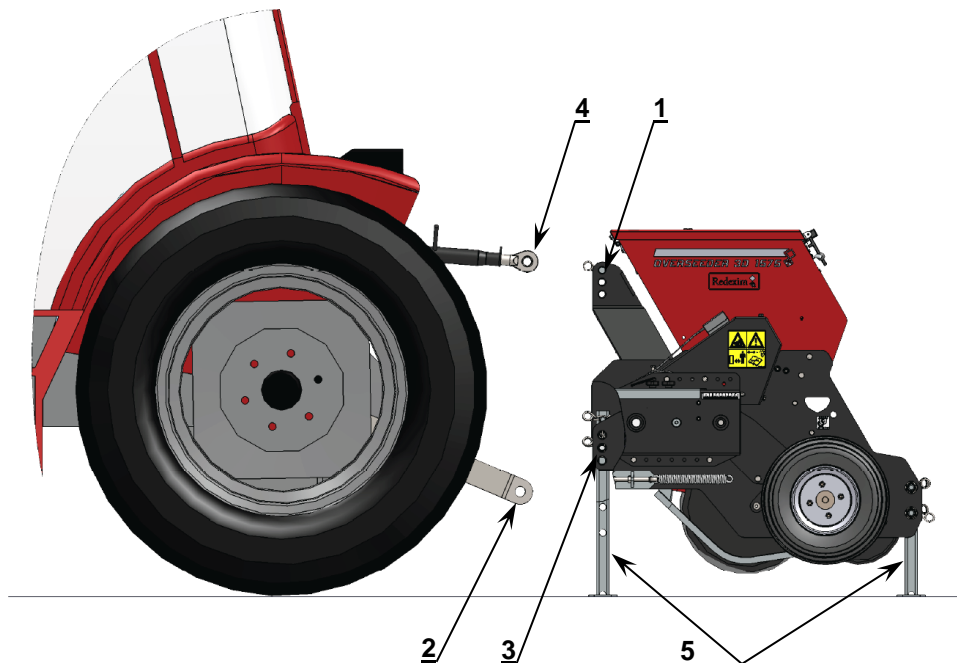

Figura 3
1. Quite los acoplamientos de tres puntos superiores (1) y (3) de la máquina (véase la **Figura 3**).
2. Marche el tractor hacia atrás cuidadosamente, hasta que las palancas de elevación (2) se puedan acoplar a la máquina.
3. Acople las palancas de elevación (2) a la máquina utilizando los acoplamientos de tres puntos (3). Fije los acoplamientos con chavetas tipo 'R'.
4. Ajuste el estabilizador de las palancas de elevación (2) a una oscilación lateral de 100 mm.
5. Monte la barra conductora superior (4) al tractor y acóplela a la máquina utilizando el acoplamiento de tres puntos (1). Fije el acoplamiento con la chaveta tipo 'R'.
7. Apague el tractor y gire las cuatro patas de apoyo (5) en la máquina.
Se debe desacoplar la máquina de la siguiente manera (véase la **Figura 3**):